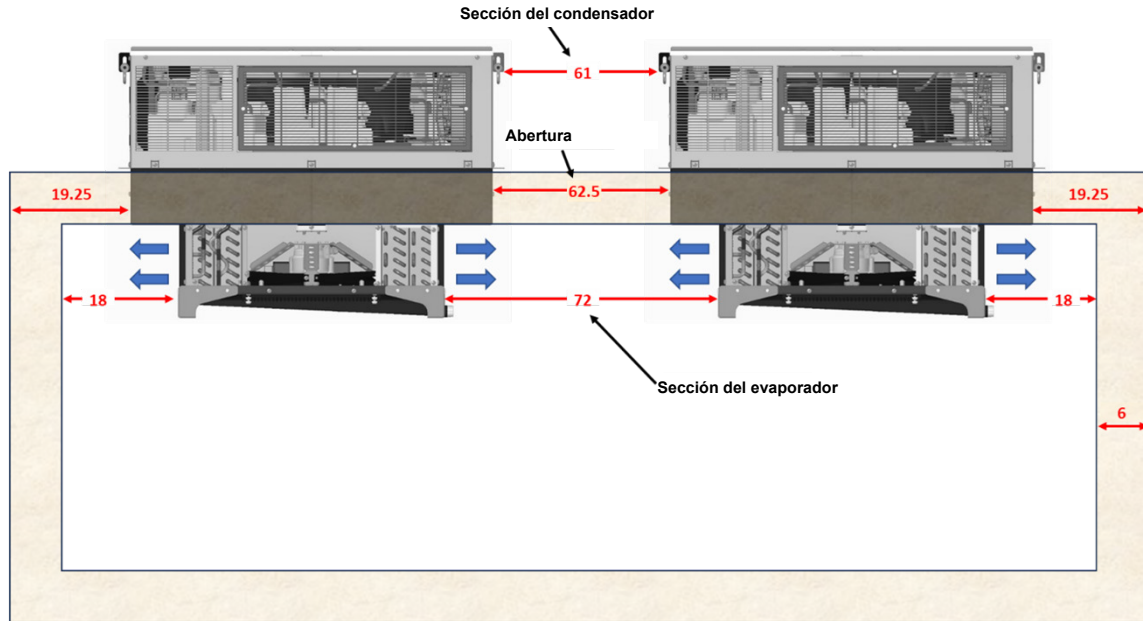

Figura 6 – Comparación de dimensiones
- La separación de las aberturas es diferente a la separación del lado frío. Consulte la Figura 6.